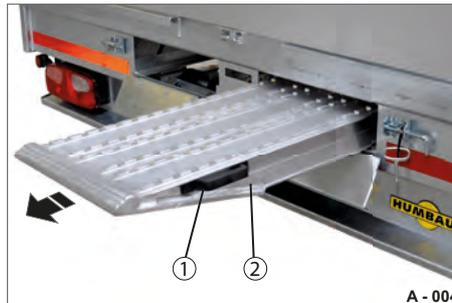

Abb. 7 Auffahrbohlen herausziehen
- ▶ Am Griff (Abb. 7/1) greifen, Auffahrbohle (Abb. 7/2) etwas herausziehen.
- ▶ Auffahrbohle (Abb. 7/2) nacheinander, beidhändig aus dem Auffahrbohlen-Schacht ziehen, bis zum Anschlag heraus - nicht vollständig.